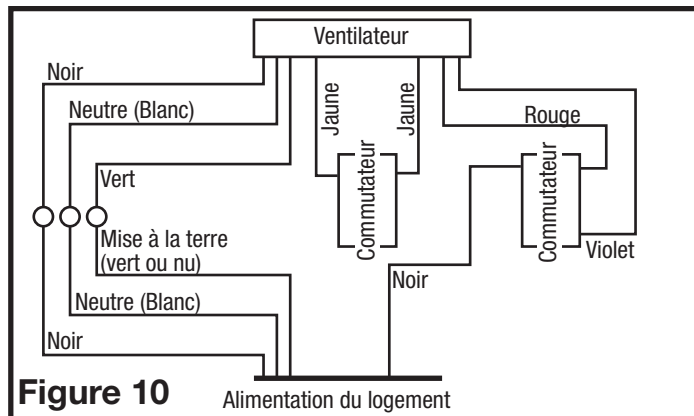

Figure 10
4. Pour les ventilateurs à deux vitesses, raccordés pour une ventilation continue, connectez le fil blanc du ventilateur au fil blanc (neutre) de la source d'alimentation. Connectez le fil de terre de la maison au fil vert du boîtier du ventilateur. Connectez le fil noir du ventilateur au fil noir (chaud) de la source d'alimentation. Le ventilateur fonctionnera à faible vitesse, en continu, et augmentera à haute vitesse sur une hausse de l'humidité. Utilisant un interrupteur correctement mis à terre, connectez 1 fil jaune de chaque côté de l'interrupteur de haut et de bas. Connectez le fil rouge (lumière) du boîtier du ventilateur à l'autre côté de l'interrupteur du haut et connectez le fil violet (veilleuse) du boîtier du ventilateur à l'autre côté de l'interrupteur du bas. Un interrupteur à commande manuelle (non inclus) peut être utilisé pour éteindre manuellement le ventilateur (Figure 10).